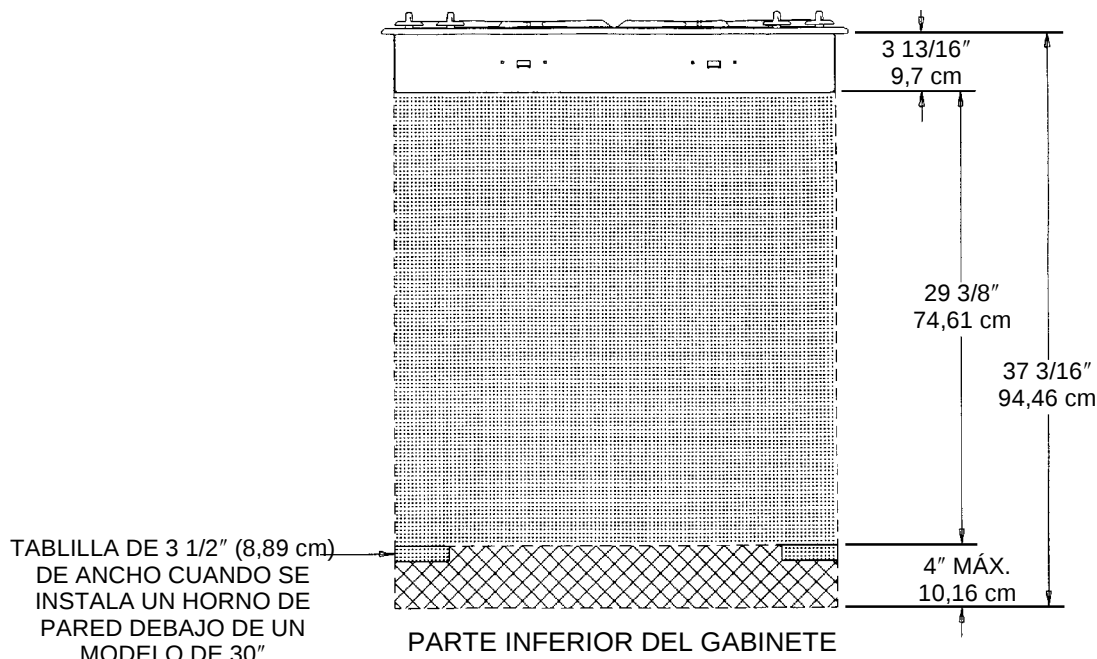

FIGURA 6
NOTA 1: Deberá instalarse este electrodoméstico y sus fuentes de suministro de gas y eléctrico antes de instalar el horno de pared. Vea la ilustración (Información de alambrado eléctrico —en la página 7, figura 6) para encontrar las ubicaciones recomendadas del suministro eléctrico.
Este electrodoméstico está equipado con un cordón eléctrico con conexión a tierra. Debe proporcionarse un tomacorriente conectado a tierra. Se recomienda, por comodidad, que el tomacorriente se encuentre (con referencia a la figura 6) como en el punto A o el B que aparecen a continuación:
- A. Si no se instalará otro electrodoméstico debajo de éste, deberá colocarse dentro del área sombreada o el área cuadrículada que se muestra en la figura 6.
- 1. debe colocarse dentro del área cuadrículada de la figura 6, o bien
Si se instalará un horno de pared debajo de este electrodoméstico y el tomacorriente de las unidades del mostrador se montará dentro del área cuadrículada de la figura 6: